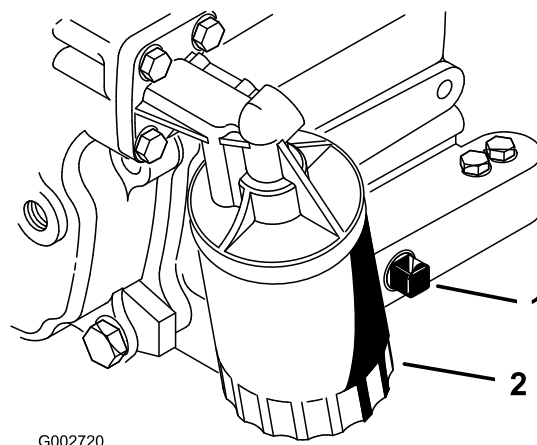

Figure 25
2. Retirez le bouchon de vidange (Figure 25) et laissez couler l'huile dans un bac de vidange. Remettez le bouchon quand toute l'huile s'est écoulée.
3. Déposez le filtre à huile (Figure 25). Appliquez une fine couche d'huile sur le joint du filtre de rechange.